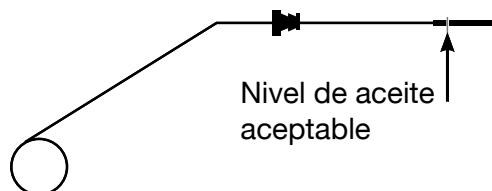

Figura 14 - Comprobación del nivel de aceite
- Nivel de aceite aceptable: el aceite es visible en la parte plana del extremo de la barra hasta la primera muesca. (ver Figura 14).
9. Continúe agregando aceite hasta que el aceite esté en el nivel correcto. Vea la figura 14.